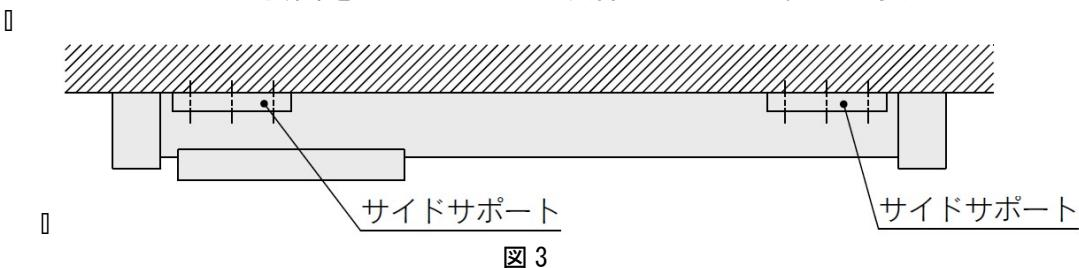

図 3
- シリンダを天井取付や壁取付姿勢で使用する場合は、ヘッドカバー部の固定ボルトに加えてシリンダチューブ両端部をサイドサポートで支持してください。(図 3 参照)